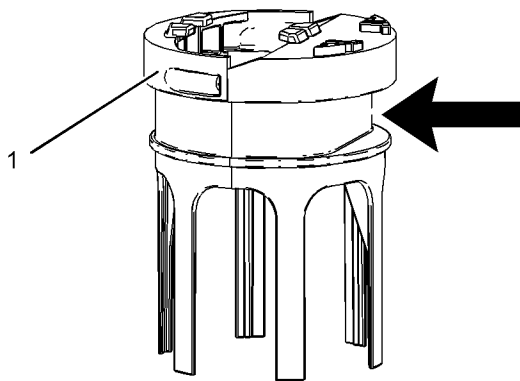

Abbildung 91
4. Den Saugfilter (4) an den Sicherungsnasen (5) packen und vom unteren Ende der Tankeinsatz-Heizschlange abziehen. Den Filter durch einen neuen Saugfilter ersetzen.
6. Sicherstellen, dass die Bandschelle auf den flachen Bereich des Filtersockels ausgerichtet ist, wie in Abbildung 91 dargestellt. Die Bandschelle mit  $4.5 \pm 0.7 \text{ N}\cdot\text{m}$  ( $40 \pm 6 \text{ lb in}$ )(1) festziehen. Sicherstellen, dass der Filter beim Festziehen der Bandschelle nicht gequetscht wird.